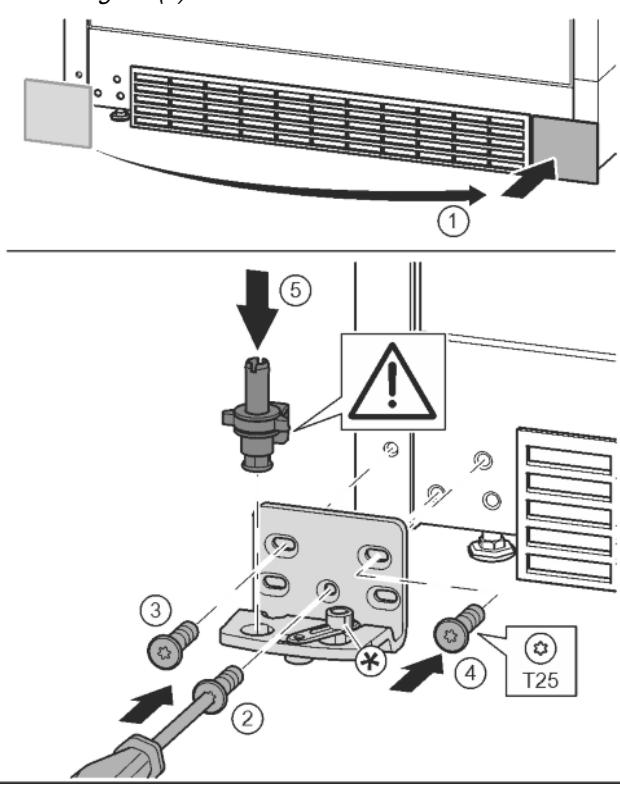

Fig. 17
- Свалете капака и го поставете от другата страна. Fig. 17 (1)
- Поставете лагерната стойка от другата страна и я завийте с помощта на отвертка T25. Започнете с винт 2 долу в средата. Fig. 17 (2)
- Затегнете винт 3 и 4. Fig. 17 (3, 4)
- Вкарайте изцяло лагерния болт. При това обърнете внимание на това, фиксиращата гърбица да сочи назад. Fig. 17 (5)